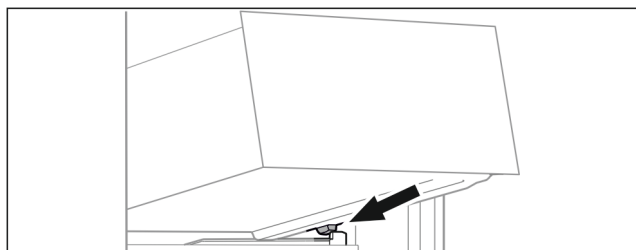

Fig. 121
- ▶ Nasadíte zásuvku šikmo za zarážkami na rebro nádoby. (pozri Fig. 121)